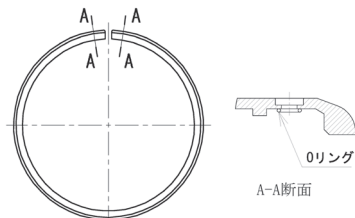

図74 切管用挿しロリングおよびタッピンねじ
(1) 部品の確認
- ① 切管用挿し口リング (図74 (a)) のねじ穴位置にOリング (2ヶ所) が付いていること、および異物の付着がないことを確認する。Oリングが外れている場合は、シアノアクリレート系接着剤で取り付ける。
- ② 十字穴付タッピンねじ (図74 (b)) にシールゴムがついていることを確認する。